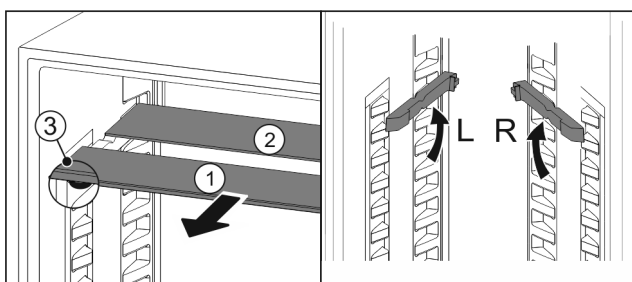

Fig. 81
- ▶ Wyciągnąć Fig. 81 (1) pojedynczo półki szklane do przodu.
- ▶ Płyta szklana Fig. 81 (1) z listwą ozdobną znajduje się z przodu.
- ▶ Stopery Fig. 81 (3) wskazują w dół.